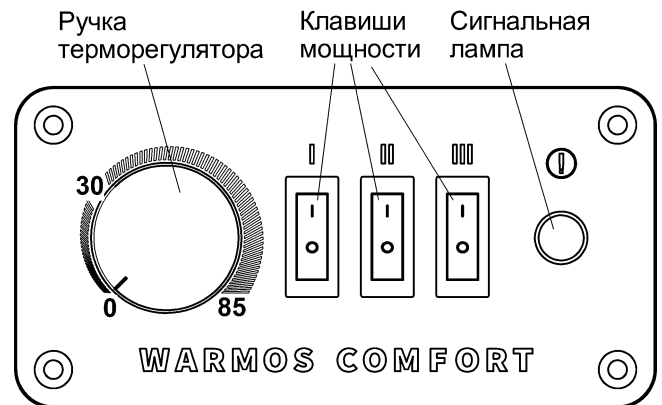

Рисунок 2.
5.3 При превышении температуры теплоносителя значения установленного на терморегуляторе **(3)**, контакты терморегулятора размыкаются, подача электропитания на ТЭН **(8)** и нагрев прекращается. При снижении температуры теплоносителя ниже установленного значения на величину гистерезиса терморегулятора, контакты терморегулятора замыкаются, подача электропитания на ТЭН и нагрев возобновляется. Общий вид терморегулятора приведен на рис.2.
7.3 Если после включения котла через внешний автоматический выключатель на терморегуляторе (рис.2) **светится сигнальная лампа**, то это может свидетельствовать либо о низком давлении теплоносителя, либо о перегорании предохранителя циркуляционного насоса. Работа котла в этих случаях **ЗАПРЕЩЕНА**, необходимо принять меры для устранения неисправностей - более подробно см. раздел 8, таблица 3, неисправности 3,4.
7.4 Выбор температуры теплоносителя, которую будет поддерживать котёл осуществляется вращением ручки терморегулятора - см. рис. 2. При вращении по часовой стрелки значение температуры теплоносителя увеличивается, при вращении против часовой стрелки значение уменьшается.